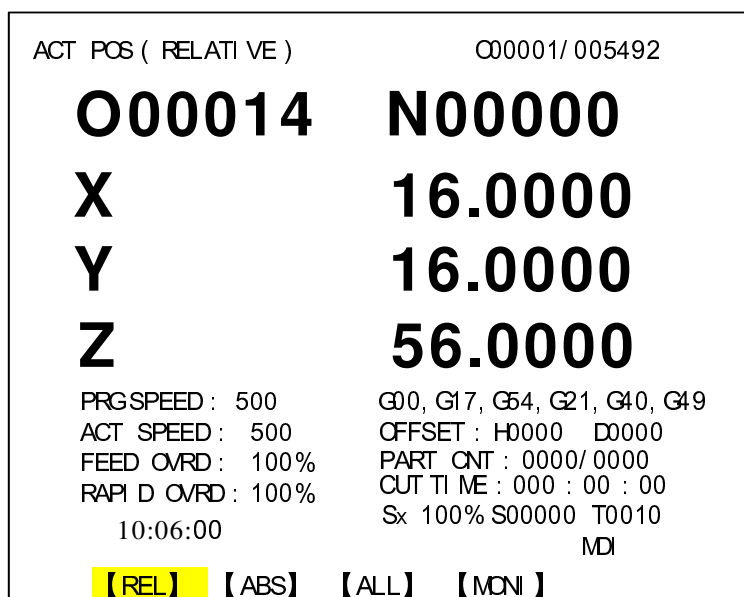

Fig. 3-1-1-1
1) Modo relativo: exibe a coordenada da ferramenta atual em sistema de coordenada relativa pressionando a tecla **【REL】**, chamada “relative” como segue (vide Fig.3-1-1-1):